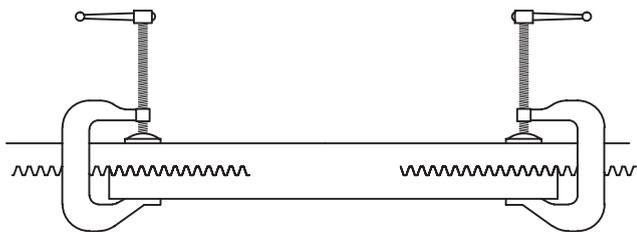

FIG. 1
- Para efectuar la alineación y el paso correctos entre las dos partes de cremallera, conviene utilizar un elemento de empalme durante la fijación como se indica en la fig. 1.